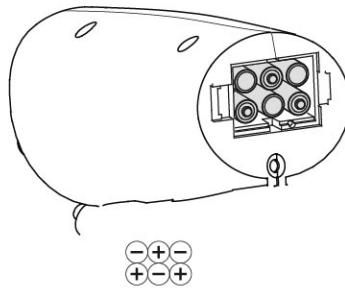

Figure 6
- Insérez six piles AA dans le compartiment en respectant les polarités comme illustré (Figure 6).